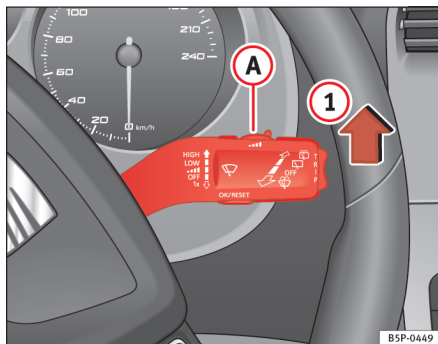

Fig. 87 Betjeningsarm til viskerne
- Sæt armen i position **1** ⇒ fig. 87.